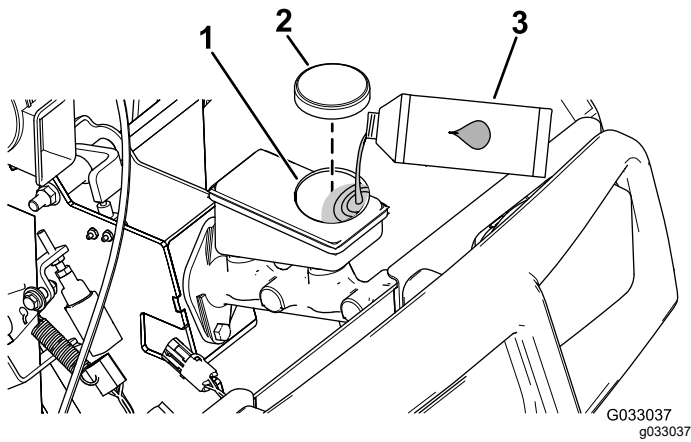

Figura 17
2. Eleve novamente o capot para obter acesso ao cilindro principal do travão e reservatório (Figura 17).
- A. Limpe a zona em redor da tampa do reservatório e retire-a (Figura 17).
- C. Coloque a tampa do reservatório (Figura 17).